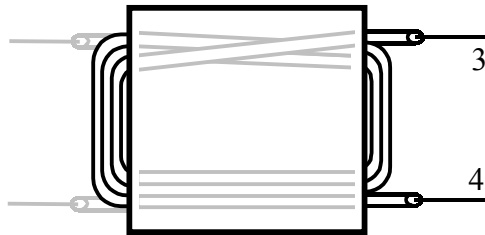

Figura 6-29
- Encima del devanado 1-2 haga otro devanado de 3 vueltas (3-4) pero con el cable comenzando y acabando en el lado opuesto (Figura 6-29), utilizando 18 cm (7") de cable de conexión color blanco.11